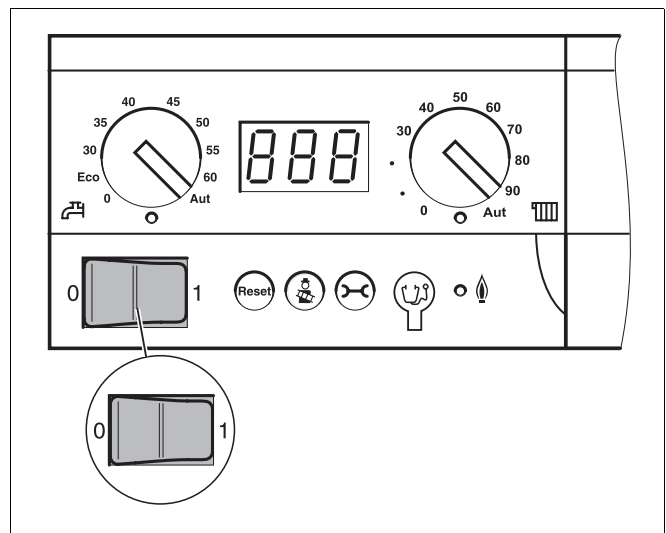

Abb. 8 Basiscontroller Logamatic BC10
- Schalten Sie den Betriebsschalter (Abb. 8) am Basiscontroller auf Position „0“ (Aus).